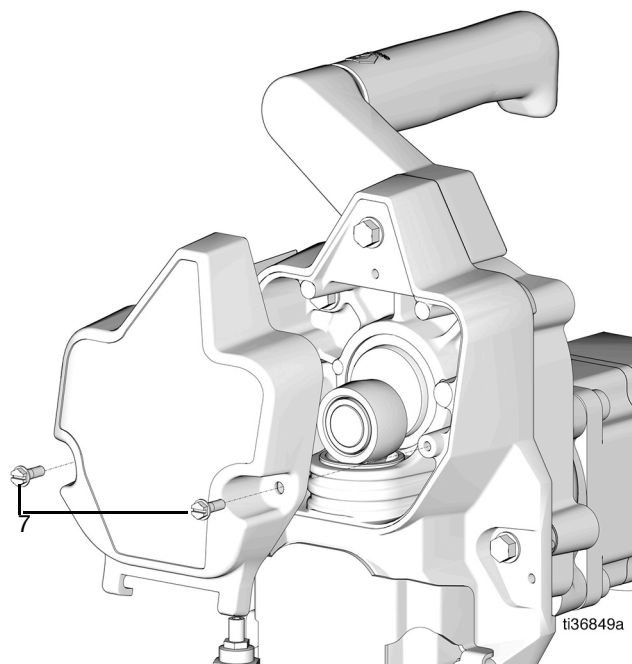

Рис. 14
14. Замените крышку на передней части насоса (7) и закрепите с помощью двух болтов (Рис. 14).